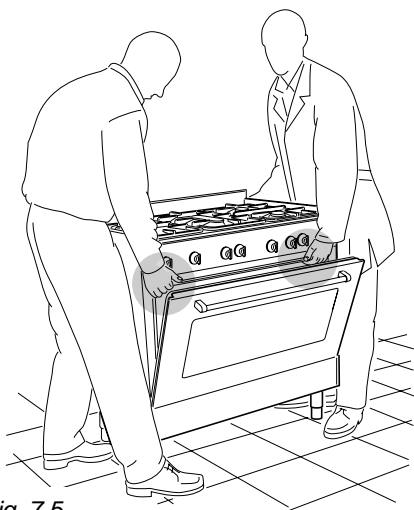

Fig. 7.5
La operación de enderezamiento de la placa debe ser efectuada por dos personas para prevenir dañar las patas ajustables (fig. 7.5).
**NO ARRASTRE** la placa cuando la lleva a su posición final (fig. 7.7). Levante bien las patas del piso (fig. 7.5).